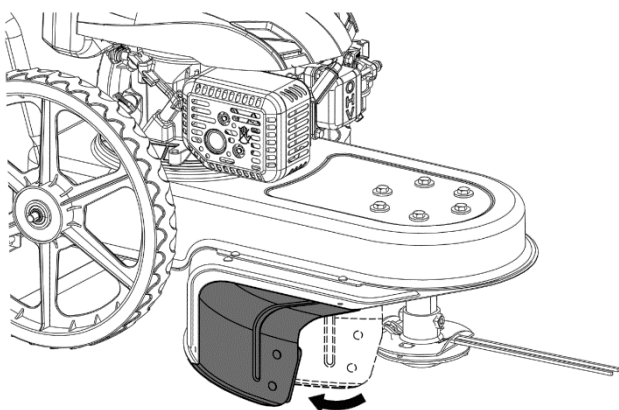

Рис. 4
1. Установите защитный щиток в рабочее положение, как показано на рис. 4.